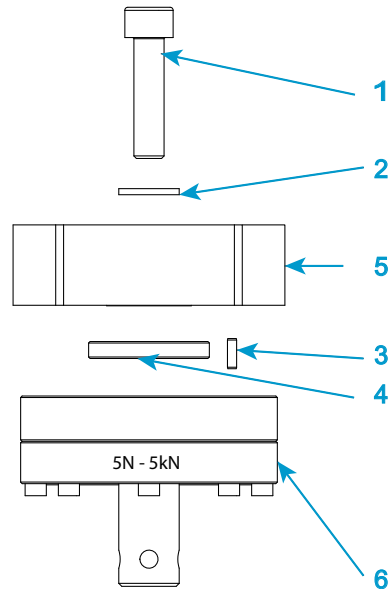

Abbildung 17. Einen Kraftaufnehmer der Serie 2530 installieren - Nennkräfte 5 N bis 5 kN
Legende für Abbildung 17
1. Siehe Abbildung 17 auf Seite 91 und die entsprechende Legende.